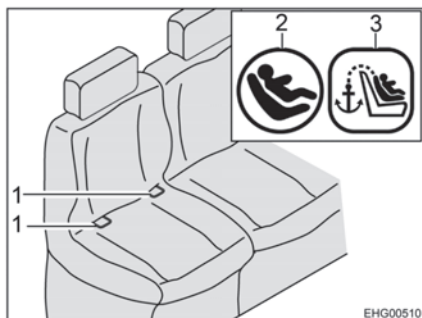
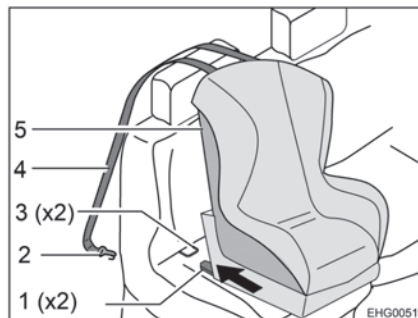

Bild 8 Stol med Isofix
Bild 9 Fastsättning med övre hållrem
- Låt låsarm (Bild 9,1) i fästbygel (Bild 8,1 och Bild 9,3) klicka på plats. Ett tydligt klickande ljud ska höras.
- Kontrollera med ett kraftigt ryck om barnstolen (Bild 9,5) sitter fast.
- För det övre hållremsskärpet (Bild 9,4) över sätets nackstöd.
- Haka fast fästkorkarna (Bild 9,2) på förankringspunkten på baksidan av nackstödet på fordonssitsen.